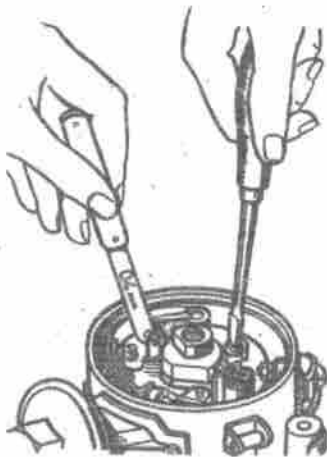

Bild 234. Einstellen des Kontaktabstands im Zündverteiler
4. Zum Einstellen des Kontaktabstands Kurbelwelle des Motors mit Andrehkurbel derart drehen, daß der Unterbrechernocken die Kontakte völlig öffnet. Darauf Sicherungsschraube 30 (Bild 231) lockern, welche den Bock des unbeweglichen Kontaktes befestigt, und mit Schraubendreher die exzentrische Einstellschraube 35 drehen, so daß sich der Bock mit dem unbeweglichen Kontakt verstellt und der nötige Kontaktabstand sich einstellt. Darauf Schraube 30 festziehen und den Kontaktabstand mit Fühllehre prüfen (Bild 234).